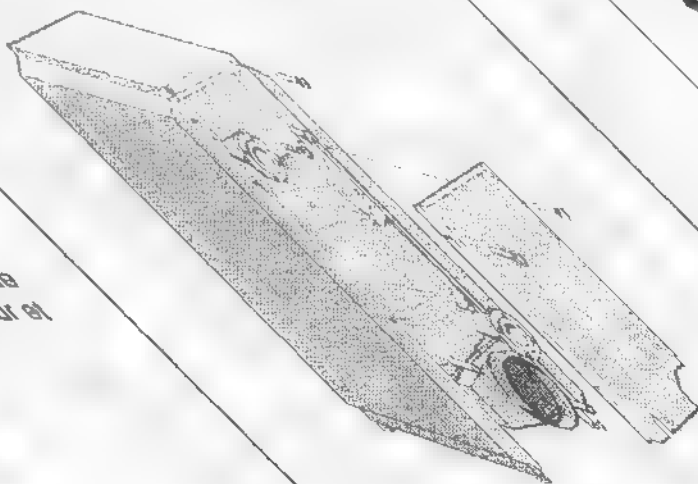

Fig. 27 - Schéma de principe
poser la paroi arrière supérieure sur les arêtes des parois latérales et la fixer à gauche et à droite à l'aide d'une vis parker dans le capot et l'arête des parois latérales (fig. 27).
- Poser la paroi arrière intérieure sur les arêtes des parois latérales et la fixer à gauche et à droite à l'aide de 2 vis parker dans l'arête des parois latérales (fig. 27).